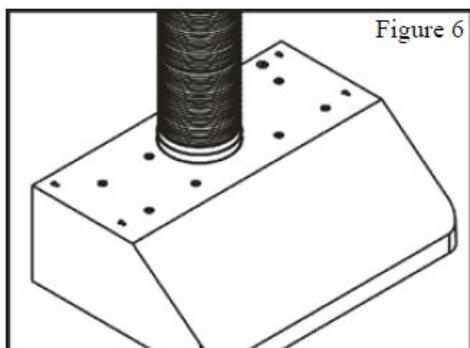

Figure 6
3. Utilisez un tuyau en acier rond de 8 po (conformément aux codes du bâtiment en vigueur dans votre région) pour raccorder l'évacuation de la hotte aux conduits supérieurs. Utilisez du ruban adhésif ou du ruban adhésif pour rendre tous les joints solides et étanches. Voir la figure 6.